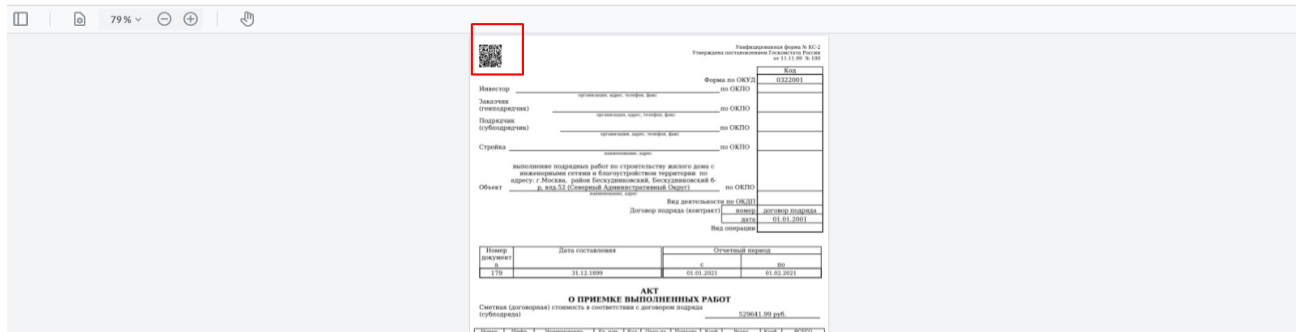

Рисунок 162. Активирование. Реестр актов. Передача на согласование
- «Передать на согласование». Действие, доступное инициатору загрузки документа. Оно запускает маршрут согласования. После нажатие на кнопку "Передать на согласование" проставляется QR-код (Рисунок 162). Далее выбирается организация и ответственный пользователь, которому нужно передать документ на согласование;